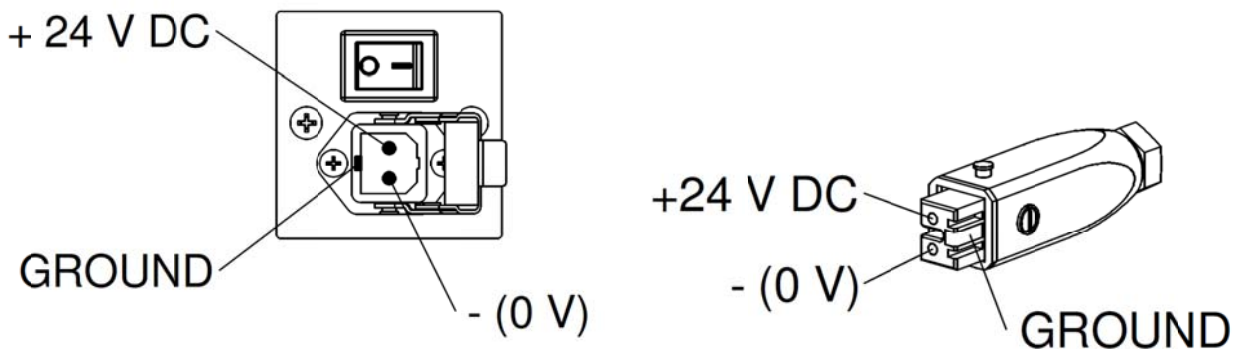

Abbildung 5, 24-Volt-Eingang Manager IQ Easy
- Schließen Sie den 24-Volt-DC-Stromversorgungsstecker Abbildung 5 entsprechend an.